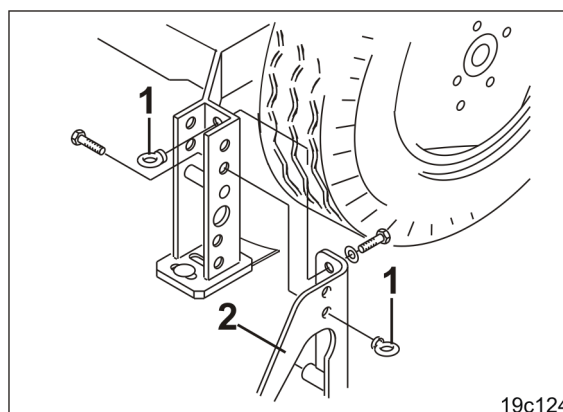

Fig. 183
- 1.1 Løsne to øyemuttere (Fig. 183/1).
- 1.2 Ta av hjulsporløseren (Fig. 183/2).